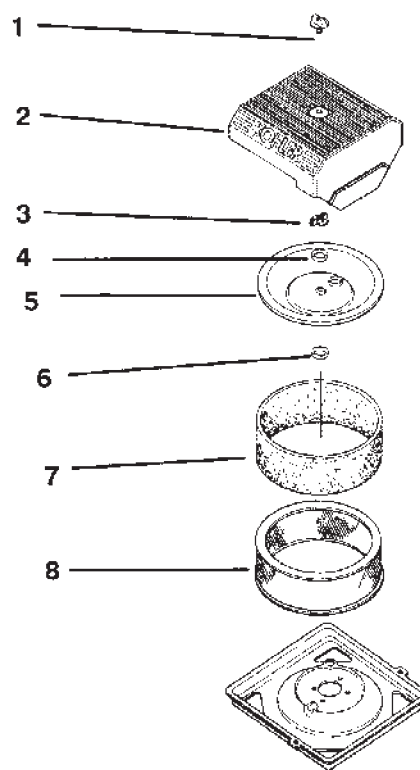

図 43
1. エアクリーナのノブ、Oリングとカバーを外す (図43)。